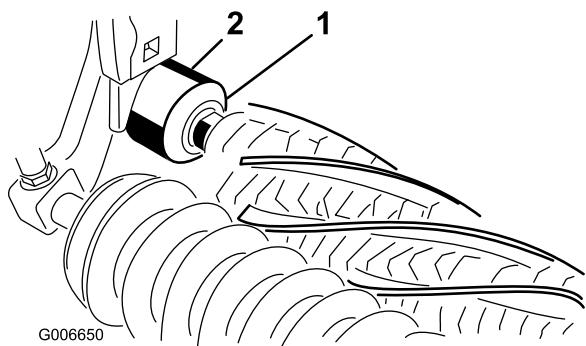

Рисунок 25
- 26. Убедитесь в том, что каждая кромка защитного уплотнения слегка касается соответствующего корпуса подшипника (Рисунок 25).